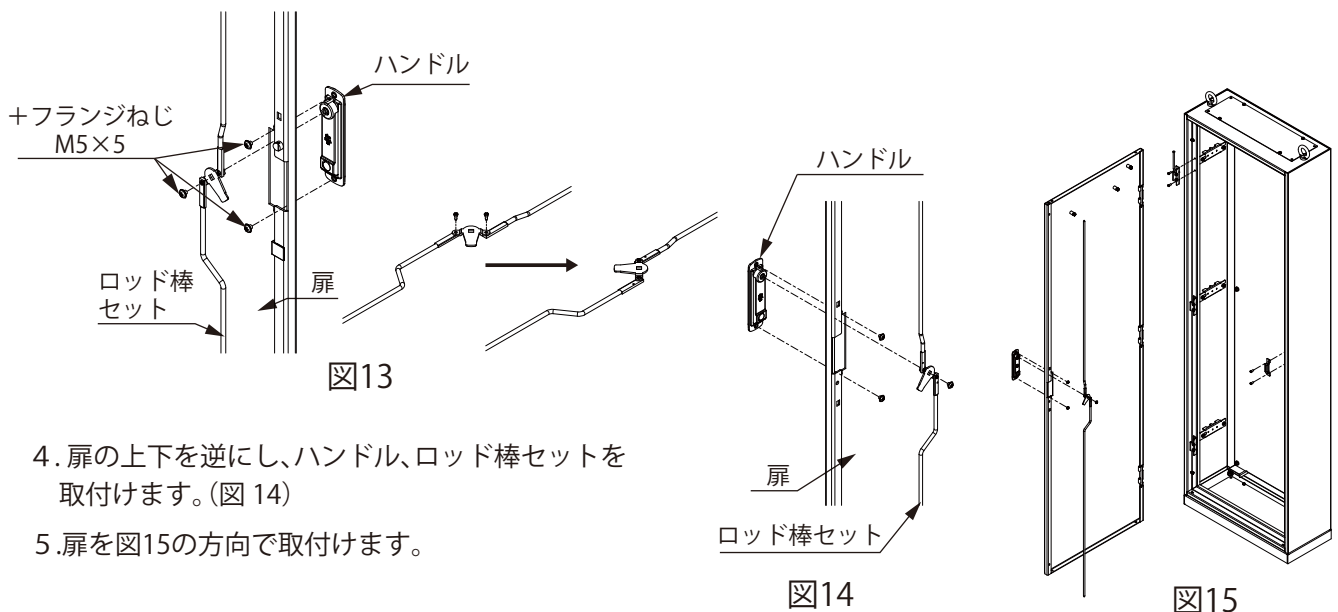

図13
- 3.扉からハンドルおよびロッド棒セットを外し、ハンドル取手の回転方向を変更します。(図13)